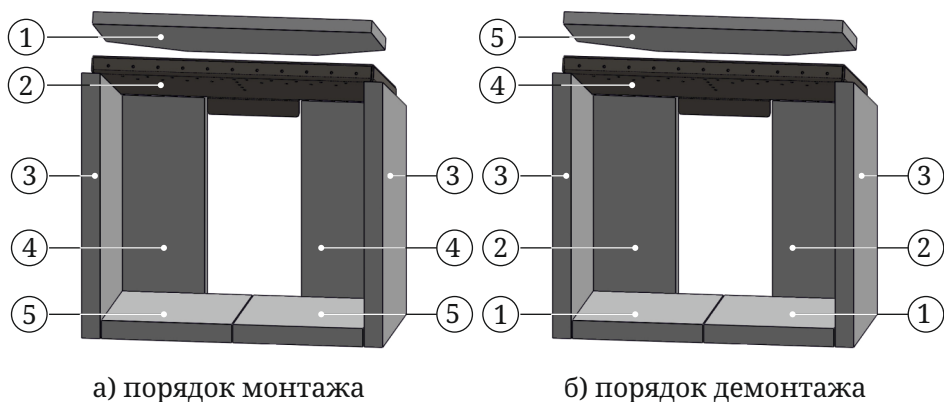

Рисунок 9. Футерующие плиты и дефлекторы
После этого необходимо произвести монтаж футерующих плит и дефлекторов топливника, порядок монтажа см. рисунок 9а. Порядок демонтажа футерующих плит и дефлекторов приведен на рисунке 9б. Схема установки коннектора дымохода приведена на рисунке 7.
*Внимание! Чтобы произвести очистку камина от сажи необходимо демонтировать футерующие плиты и дефлекторы согласно п. 7.3, рисунок 9б.*